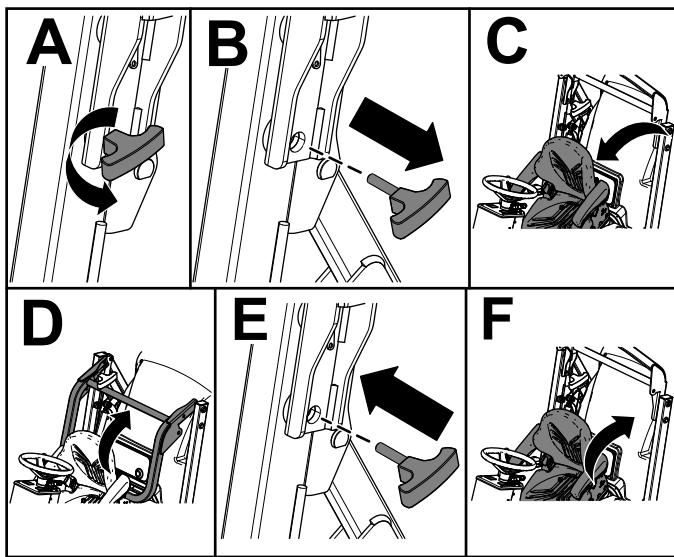

Bild 16
4. Klappen Sie den Sitz hoch (Bild 16).
5. Nehmen Sie die Handradstifte vom Überrollbügel ab (Bild 16).
6. Klappen Sie den Überrollbügel hoch und arretieren Sie ihn mit den Handradstiften (Bild 16).
7. Kippen Sie den Sitz nach hinten in die arretierte Stellung (Bild 16).